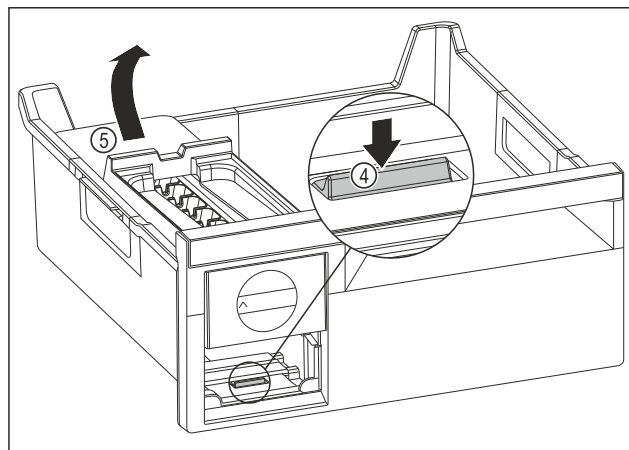

Fig. 78
- ▶ Udtagning af EasyTwist-Ice-legemet: Tryk lasken Fig. 78 (4) ned med fingeren, og løft samtidigt EasyTwist-Ice-legemet Fig. 78 (5) med den anden hånd.